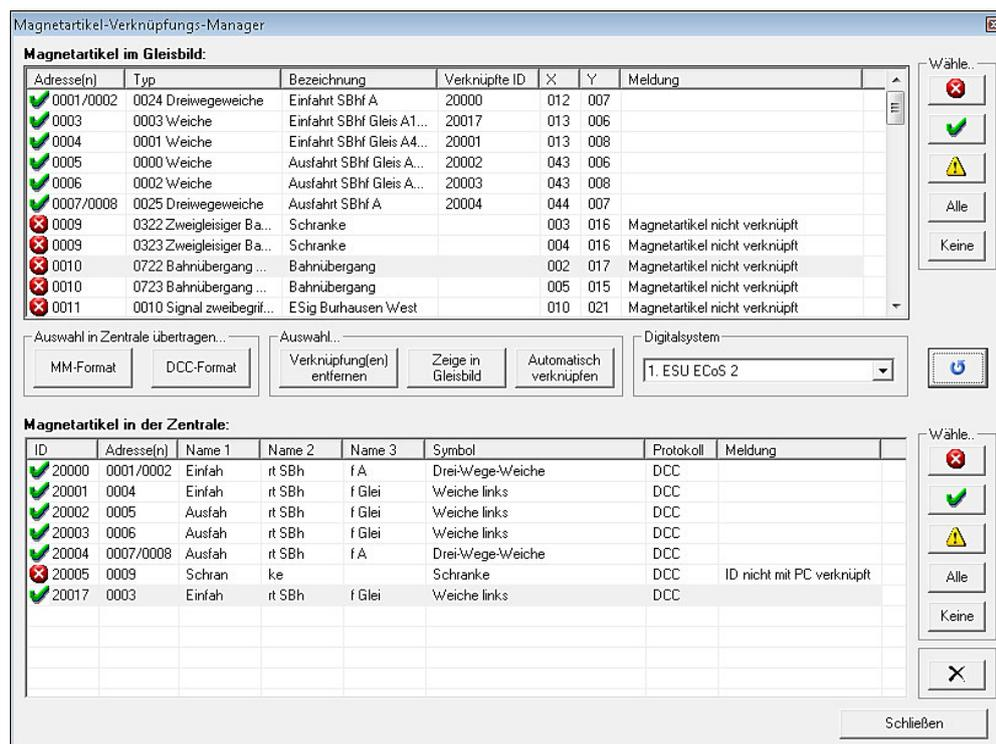

Fig. 5.50 Le gestionnaire des liaisons des accessoires magnétiques
-  Créer dans la centrale, soit au format MM soit au format DCC, le nouvel accessoire magnétique sélectionné. Ceci n'est possible que pour les enregistrements marqués d'un X rouge, afin d'exclure le risque de dysfonctionnement dû à des enregistrements en double. Toutefois, le choix précis du symbole, comme il est proposé dans la boîte de dialogue de saisie des accessoires magnétiques (voir la Fig. 5.50),